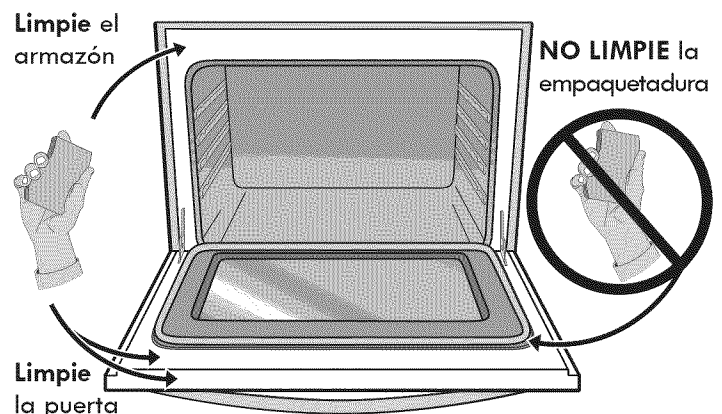

Fig. 1
- **No** limpie la junta de la puerta del horno. El tejido del material de la junta de la puerta del horno es esencial para un buen sellado. Se debe tener mucho cuidado de no frotar, dañar ni extraer la junta de la puerta. (Fig. 1)
2. Una vez que el horno se haya enfriado durante aproximadamente 1 HORA y el ícono "**DOOR LOCKED**" no aparezca desplegado en el indicador visual, la puerta del horno puede ser abierta (Fig. 1).